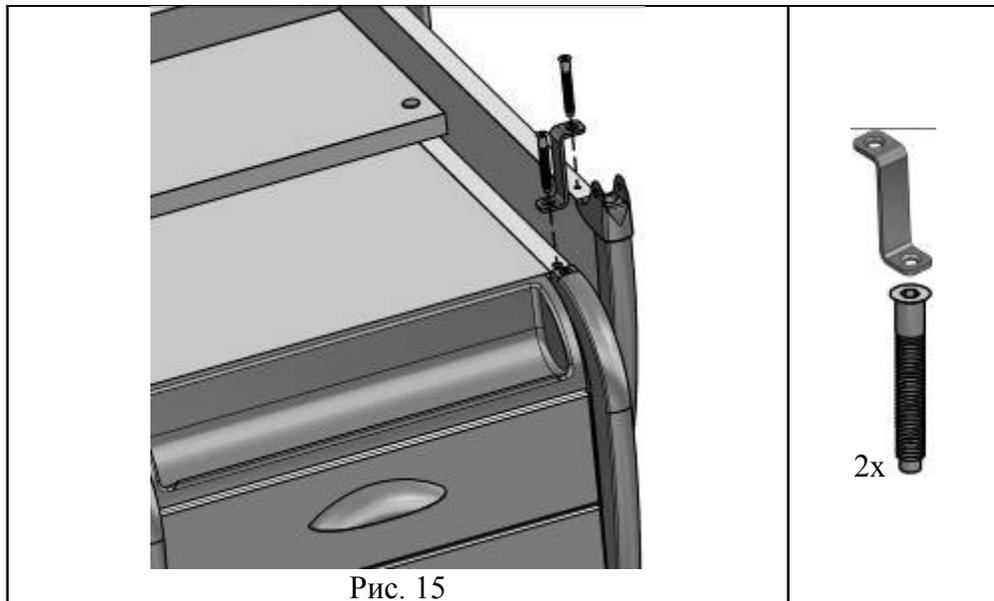

Рис. 15
4.7.3. Прикрутить кронштейн тумбочки (поз. 4 пакет №14) при помощи винтов конфирмат (поз. 1 пакет №14) согласно рис. 15.